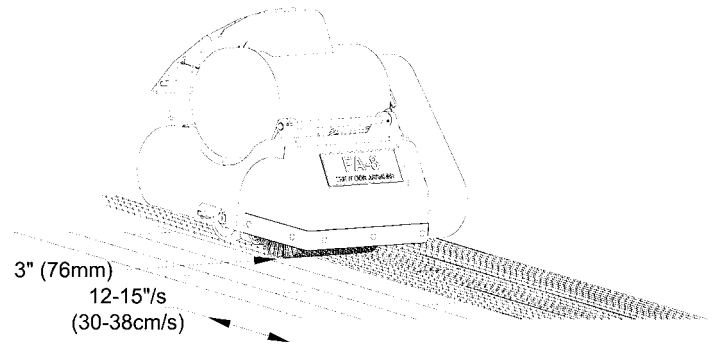

Figura 5
1. Conecte el cable de alimentación a un tomacorriente adecuadamente provisto de conexión a tierra y fusibles. Conecte el cable de alimentación al adaptador de cable acoplado al alojamiento de control (vea el punto 7 de la página 6). Presione el selector en la posición (S) (arranque). Una vez en marcha, deje que el interruptor regrese a la posición de ejecución (R).
3. Use la empuñadura de mando para bajar el abrasivo al piso. Mantenga la máquina en movimiento mientras el abrasivo está en contacto con el piso. Ajuste el ritmo para una abrasión adecuada. Para obtener los mejores resultados gradúe la máquina en incrementos de 3" a un ritmo de 12-15 pulgadas por segundo. Consulte la figura 5.